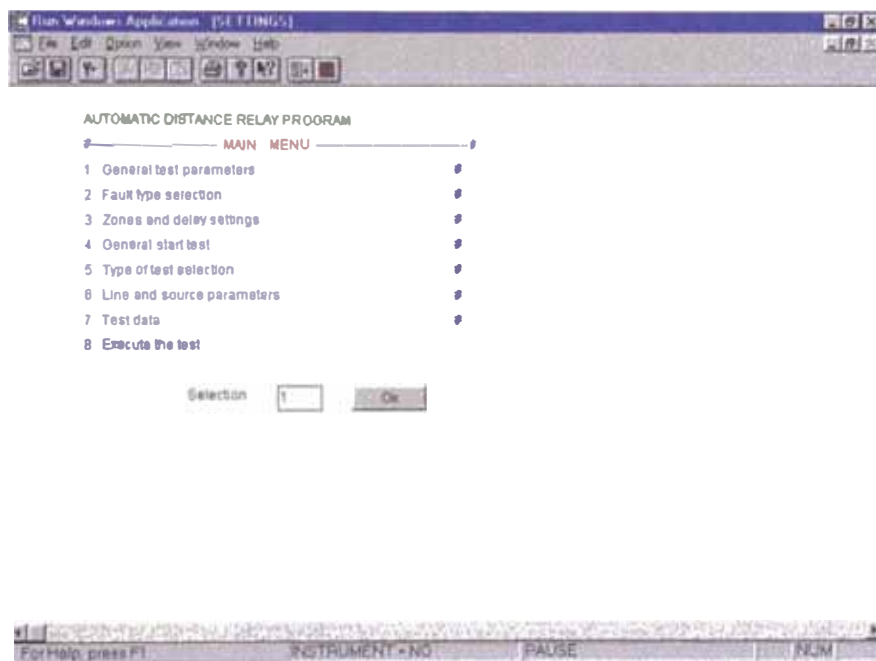

Figura IV.8
- El programa tiene una página principal donde figura una especie de menú (Ver figura IV 8)